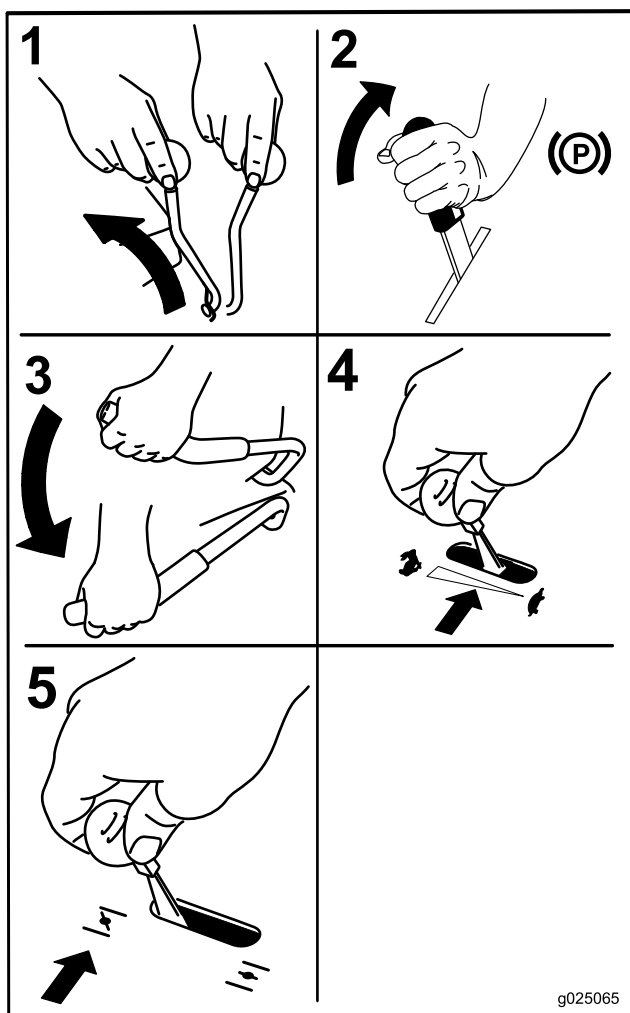

Figura 15
3. Spostate la leva di innesto della PDF in posizione OFF (Figura 15).